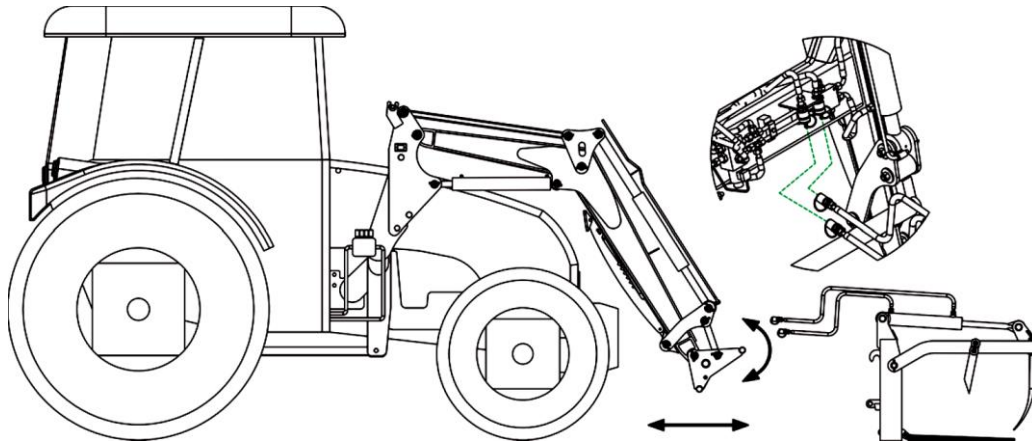

Рисунок 17 Монтаж органа требующего соединения с системой гидравлической системы
- подъехать к органу (1) установленному на плоском, выровненном и упрочненном основании,
- опустить погрузчик до момента, при котором рама агрегатирования (2) найдется ниже крюков сцепки органа (1),
- опустить раму агрегатирования (2) вниз,
- разместить сцепки органа (1) в направляющих рамы агрегатирования (2),
- гидравлические шланги органа соединить с гидравлической системой цилиндра как указано на рис. 17.